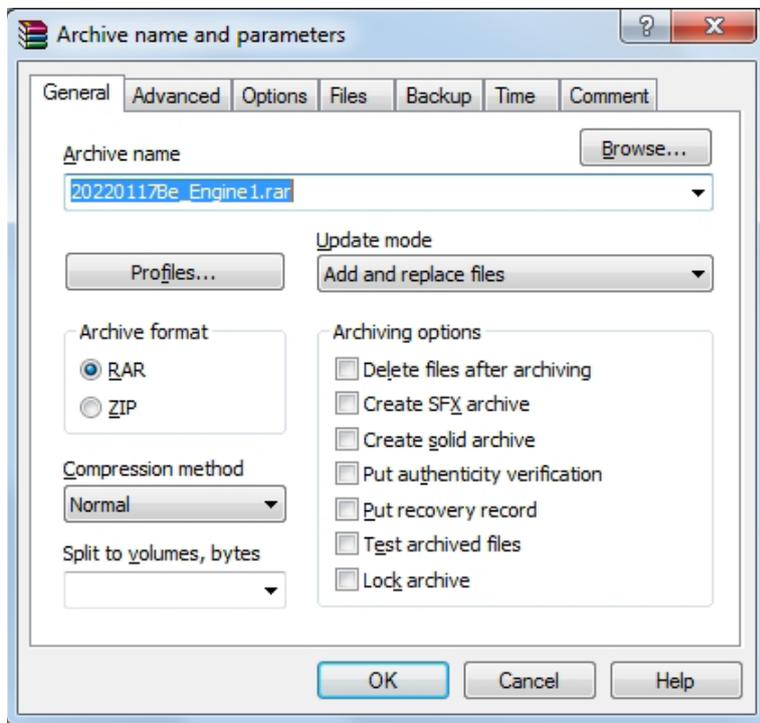

图 6.3. “WinRAR” 压缩软件截图
- 3) 单击“确定”（见图6.3），*.log数据文件将被自动压缩，并创建一个具有相同前缀文件名的*.rar新文件。